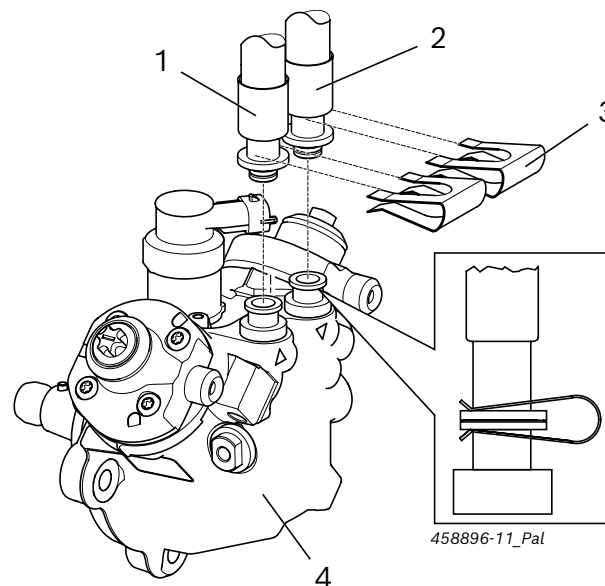

Abb. 3: CP4.2 mit Stecksystem
Zum Prüföhlanschluss der CP4 die pumpenspezifischen Schlauchleitungen verwenden. Mit den Halteklammern 1 685 200 116 (Abb. 3, Pos. 3) werden die Schlauchleitungen an der CP4 befestigt. Die Schlauchleitungen und die Halteklammer sind im Lieferumfang vom Teilesatz 1 687 016 125 enthalten.
1. Schlauchleitung für Prüföhlzulauf (Abb. 3, Pos. 1) am Zulaufanschluss der CP4 anschließen.
2. Schlauchleitung für Prüföhlrücklauf (Abb. 3, Pos. 2) am Prüföhlrücklaufanschluss der CP4 anschließen.
3. Beide Schlauchleitungen an den Anschlüssen der CP4 mit den Halteklammern (Abb. 3, Pos. 3) befestigen.